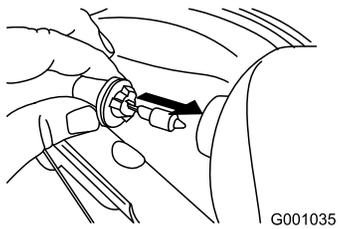

Figura 64
4. Inserite la nuova lampadina nel retro del faro (Figura 64).